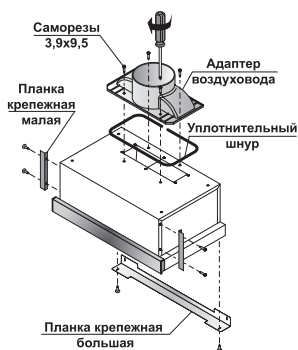

Рис. 1
1. При помощи саморезов 3,9х9,5 из монтажного комплекта и отвертки закрепите адаптер воздуховода и монтажные планки на корпусе вытяжки. (Рис. 1)